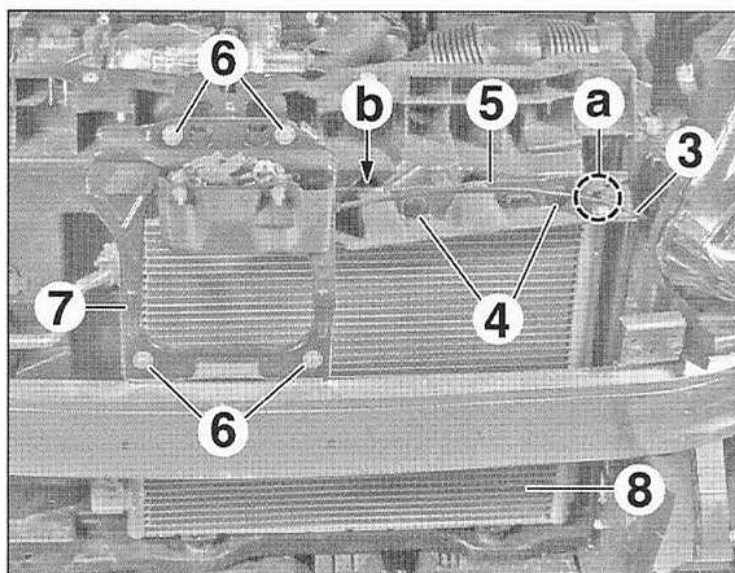

FIG.29
- Libérer le câble d'ouverture de capot (3) en (a) (Fig.29).
- les agrafes (4),
- la protection (5),
- les vis (6),
- le support (7).
- Dégrafer le condenseur (8) en (b) puis le déposer.